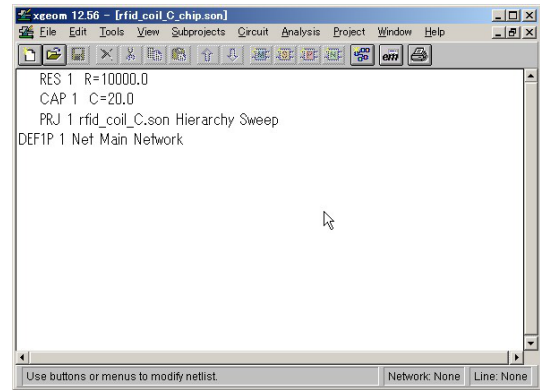

図 12 タグ全体のモデル
■Sonnet のネットリストモデル 図 12 は、Sonnet で Netlist と呼ぶ回路シミュレーションモデルです。Netlist の記述は単純です。